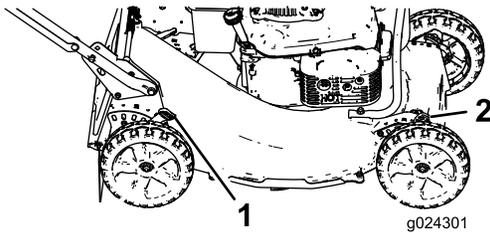

Bild 10
1. Ziehen Sie den Schnitthöhenhebel zum Rad (Bild 10) und schieben Sie ihn in die gewünschte Stellung.